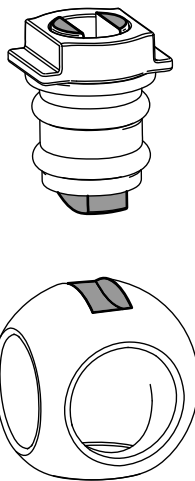

図 86
6. バルブボディーにボールを入れる 図 86。
注 バルブのステムはボール駆動スロットに収まります。収まらない場合は、ボールの位置を調節してください 図 86。